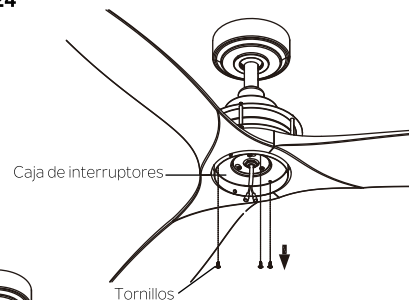

Fig. 25
Paso 5. Retire los tres tornillos preinstalados en el borde externo de la caja de interruptores y guarde estas piezas para uso posterior. (Fig. 25)